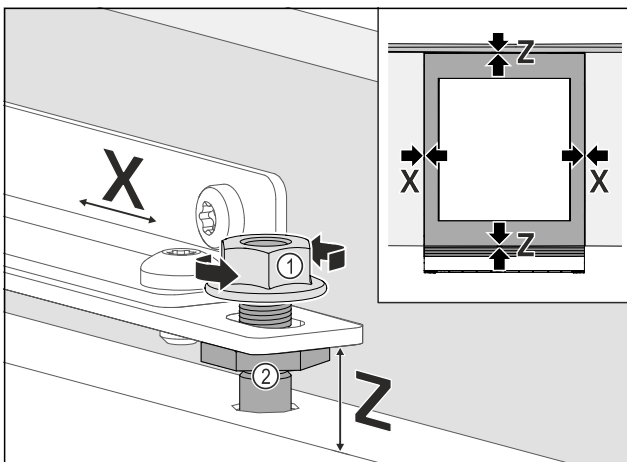

Fig. 106
- Aligner latéralement la porte du meuble : desserrer les contre-écrous Fig. 106 (1), pousser la porte du meuble dans la direction X.
- Serrer les contre-écrous Fig. 106 (1).
- Régler la porte du meuble à la hauteur Z et ajuster l'inclinaison latérale : Ajuster les boulons de réglage Fig. 106 (2).